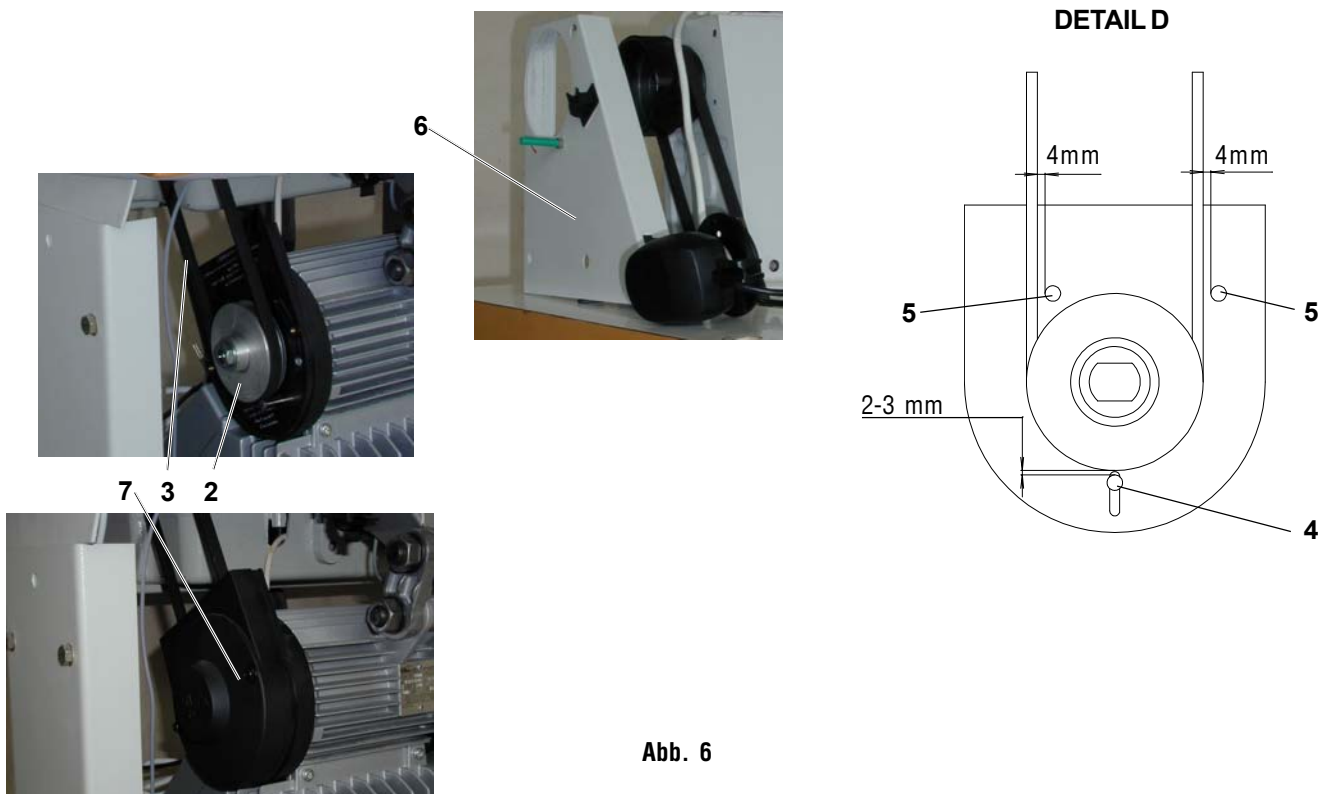

Abb. 6
5.1.2 Montage der Motorriemenscheibe, des Riemens und der Riemenhauben (Abb. 6)